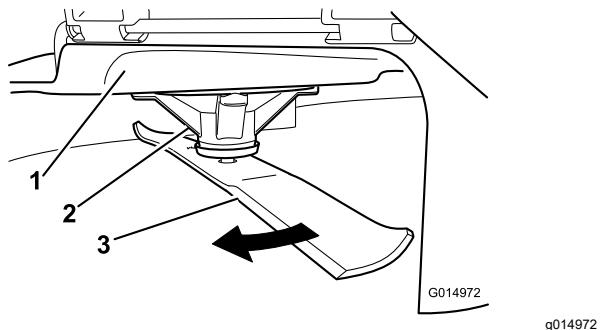

Figura 91
- Llevando guantes fuertemente acolchados u otro tipo de protección apropiada para las manos, gire la cuchilla lentamente hasta una posición que permita medir la distancia entre el filo de corte y la superficie nivelada en la que descansa la máquina (Figura 91).